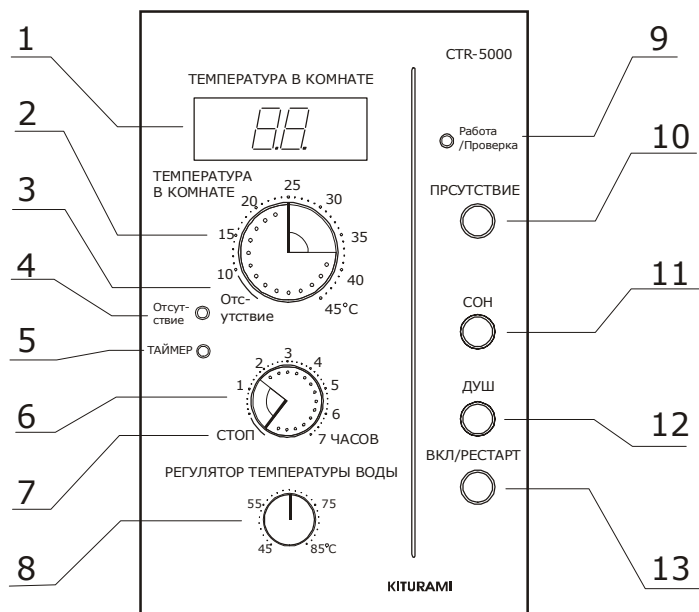

Рис. 12
- регулятор «ТЕМПЕРАТУРА В КОМНАТЕ» (Поз.2; рис. 12);
- отметка на шкале регулятора «ТЕМПЕРАТУРА В КОМНАТЕ» - «ОТСУТСТВИЕ» (Поз.3; рис. 12);
- регулятор «ТАЙМЕР» (Поз.6; рис. 12);
- отметка на шкале регулятора «ТАЙМЕР» - «СТОП» (Поз.7; рис. 12);
- регулятор «ТЕМПЕРАТУРА ВОДЫ» (Поз.8; рис. 12);
- кнопка «ПРИСУТСТВИЕ» (Поз.10; рис. 12);
- кнопка «СОН» (Поз.11; рис. 12);
- кнопка «ДУШ» (Поз.12; рис. 12);
- кнопка «ВКЛ/РЕСТАРТ» (Поз.13; рис. 12).
- дисплей (Поз.1; рис. 12);
- светодиод «ОТСУТСТВИЕ» (Поз.4; рис. 12);
- светодиод «ТАЙМЕР» (Поз.5; рис. 12);
- светодиод «РАБОТА/ПРОВЕРКА» (Поз.9; рис. 12);
- подсветка кнопки «ПРИСУТСТВИЕ» (Поз.10; рис. 12);
- подсветка кнопки «СОН» (Поз.11; рис. 12);
- подсветка кнопки «ДУШ» (Поз.12; рис. 12).
**Кнопка "ВКЛ/РЕСТАРТ"** (Рис. 12; поз.13). Элемент прибора, предназначенный для включения (выключения) прибора CTR-5000 и котла.
**Дисплей** (Рис. 12; поз.1). Элемент прибора, предназначенный для отражения текущей температуры в помещении.
**Светодиод «РАБОТА/ПРОВЕРКА»** (Рис. 12; поз.9). Элемент прибора, предназначен для информирования о включении или выключении функции «РАБОТА/ПРОВЕРКА».
**Регулятор «ТЕМПЕРАТУРА В КОМНАТЕ»** (Рис. 12; поз.2). Элемент прибора, предназначен для предварительной установки параметра обогреваемой температуры отапливаемого объекта, или для включения функции «ОТСУТСТВИЕ» (Рис. 12; поз.3).
**Регулятор «ТАЙМЕР»**. (Рис. 12; поз.6).
**Основная установка этого регулятора напротив отметки «СТОП»**. (Рис. 12; поз.7).
**Регулятор «ТЕМПЕРАТУРА ВОДЫ»**. (Рис. 12; поз.8). Регулятор предназначен для предварительной установки температуры теплоносителя в котле. Выбор этой температуры выполняется при помощи шкалы в диапазоне от 45°C до 85°C, с градацией шкалы, 2,0°C. Регулятор обслуживает функции «ПРИСУТСТВИЕ», «СОН» и «ТАЙМЕР».